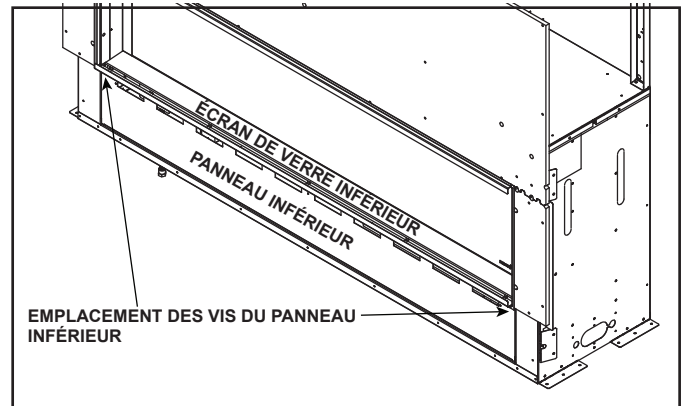

Figure 8.1 Emplacement de l'accès inférieur du panneau
1. Retirez le panneau du bas en retirant les deux vis. L'emplacement des vis est montré à la figure 8.1. Après avoir retiré les deux vis, soulevez doucement le panneau hors de l'appareil en évitant si possible, le contact avec le panneau incombustible.